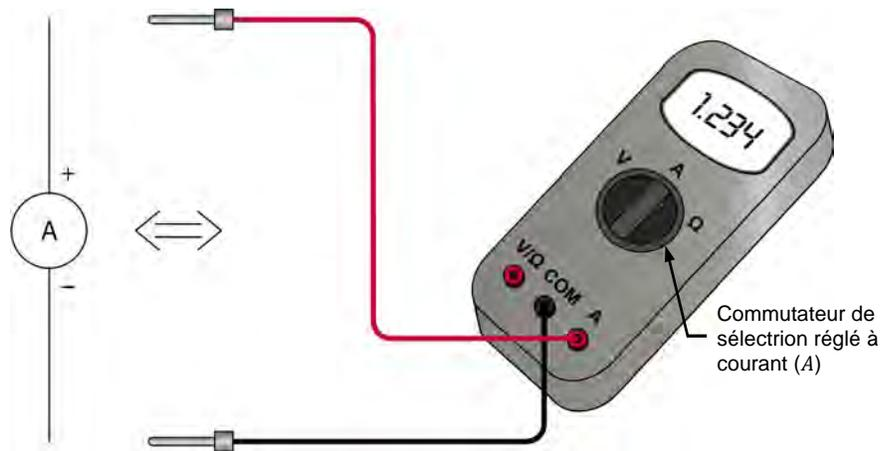

Figure 11. Le multimètre est utilisé comme ampèremètre cc.
La figure 11 montre un multimètre réglé pour mesurer le courant (ampèremètre). La sonde (habituellement rouge) connectée à la borne I (courant) du multimètre est la borne positive (+) de l'ampèremètre. La sonde (habituellement noire) connectée à la borne COMMUNE (COM) du multimètre est la borne négative (-) de l'ampèremètre. Le commutateur de sélection sur le multimètre est réglé à courant (I).